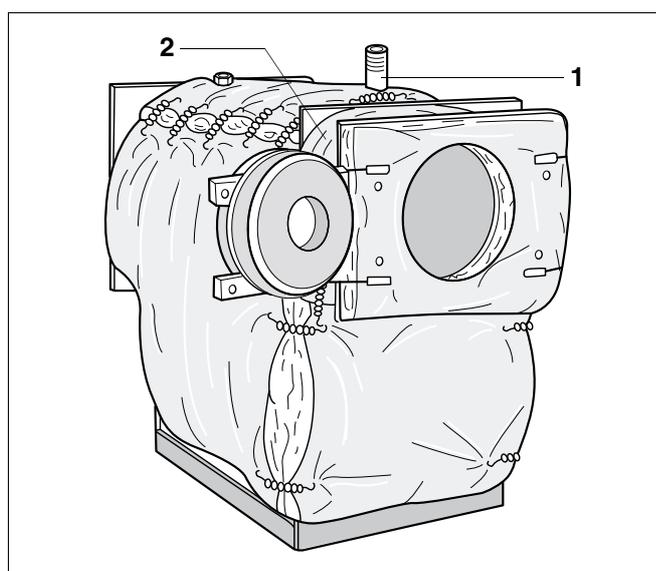

Fig. 5 Mettere i materassini termoisolanti attorno al corpo caldaia e fissarli
- Mettere i materassini termoisolanti, sovrapposti in alto, attorno al corpo caldaia e fissarli nella parte superiore con 5 molle di tensione (fig.5).
- Chiudere l'intaglio per la sicurezza anti mancanza d'acqua (fig. 5, **pos. 1**) con 2 molle di tensione (da 400 kW a 640 kW).
- Apporre il materassino termoisolante inferiore alla parete anteriore del corpo caldaia e fissarlo con 2 molle di tensione per parte, a destra e sinistra del materassino termoisolante che avvolge il corpo caldaia (fig. 5).
- Mettere la striscia termoisolante (fig. 5, **pos. 2**) attorno al prolungamento della camera di combustione e fissarla con 2 molle di tensione a destra e sinistra del materassino termoisolante inferiore.